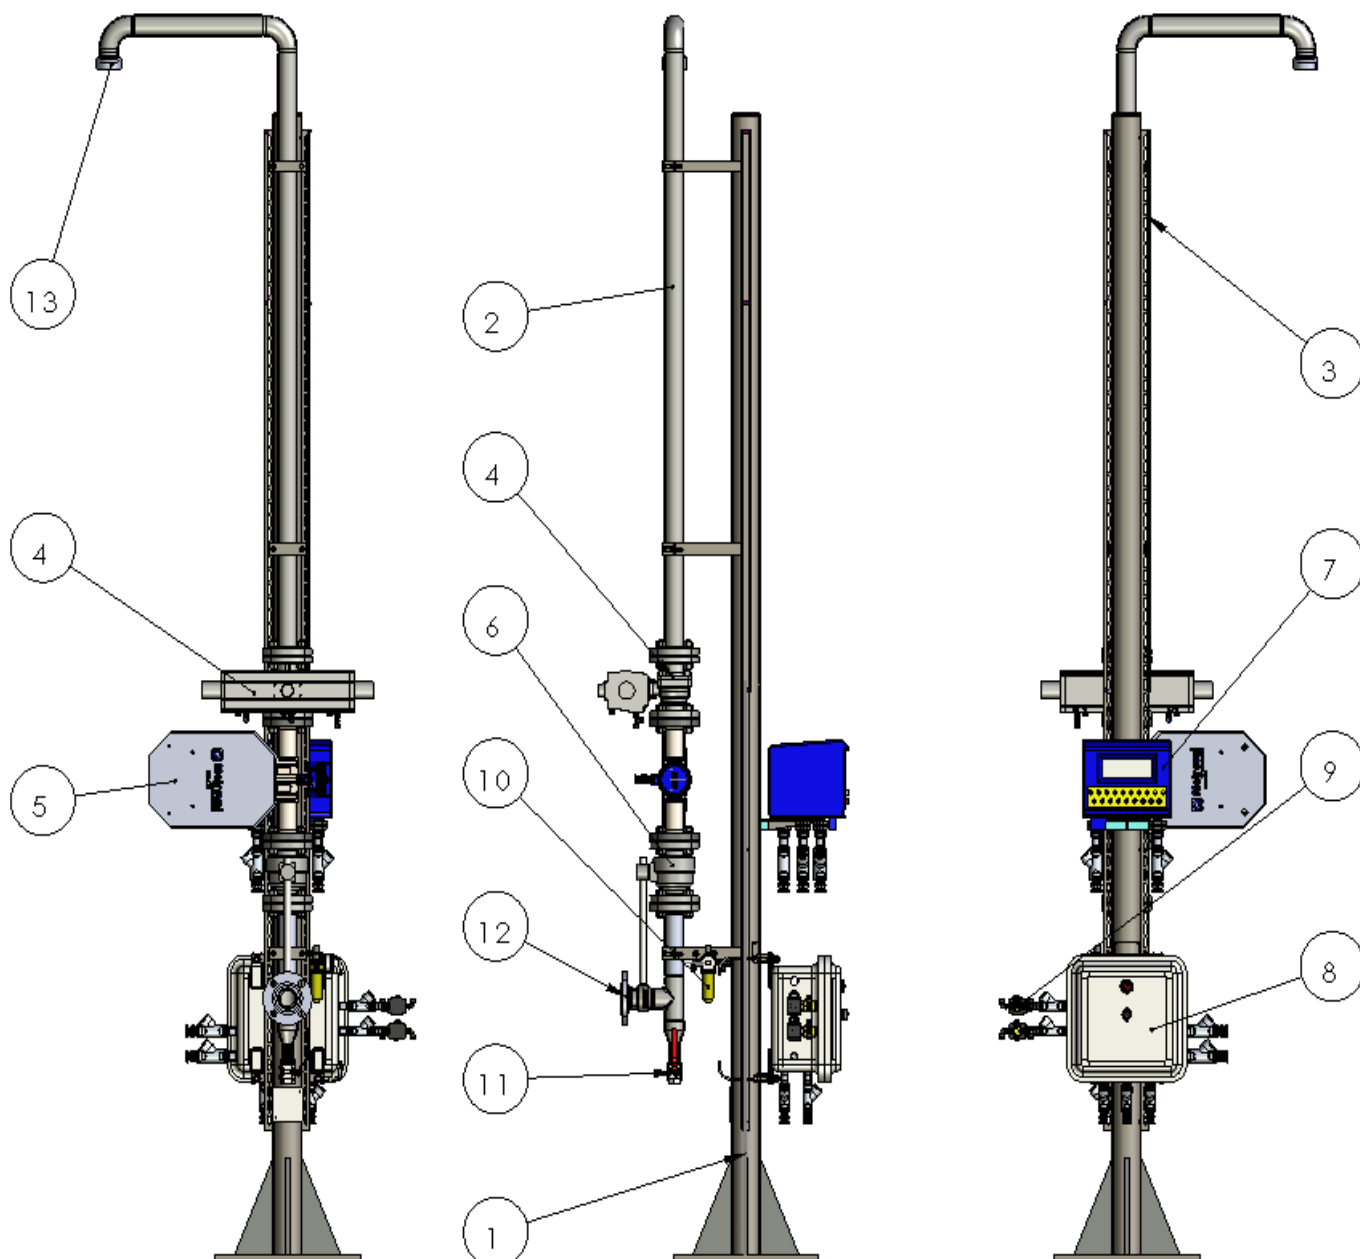
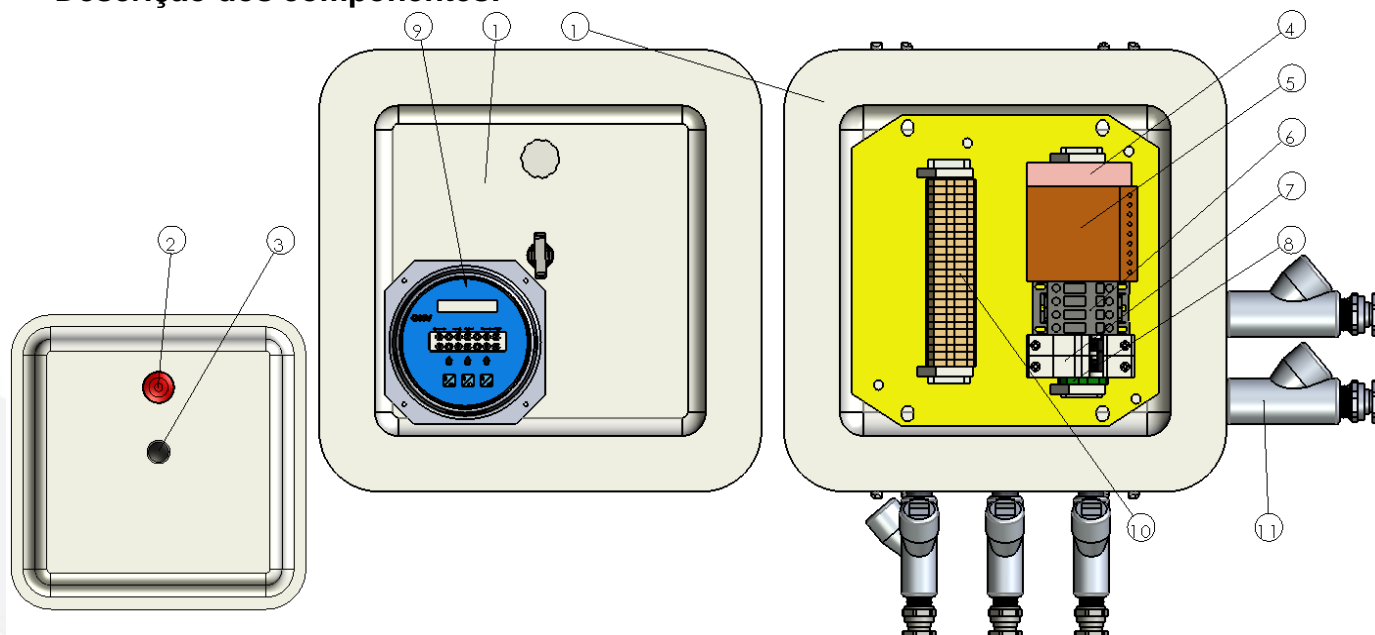
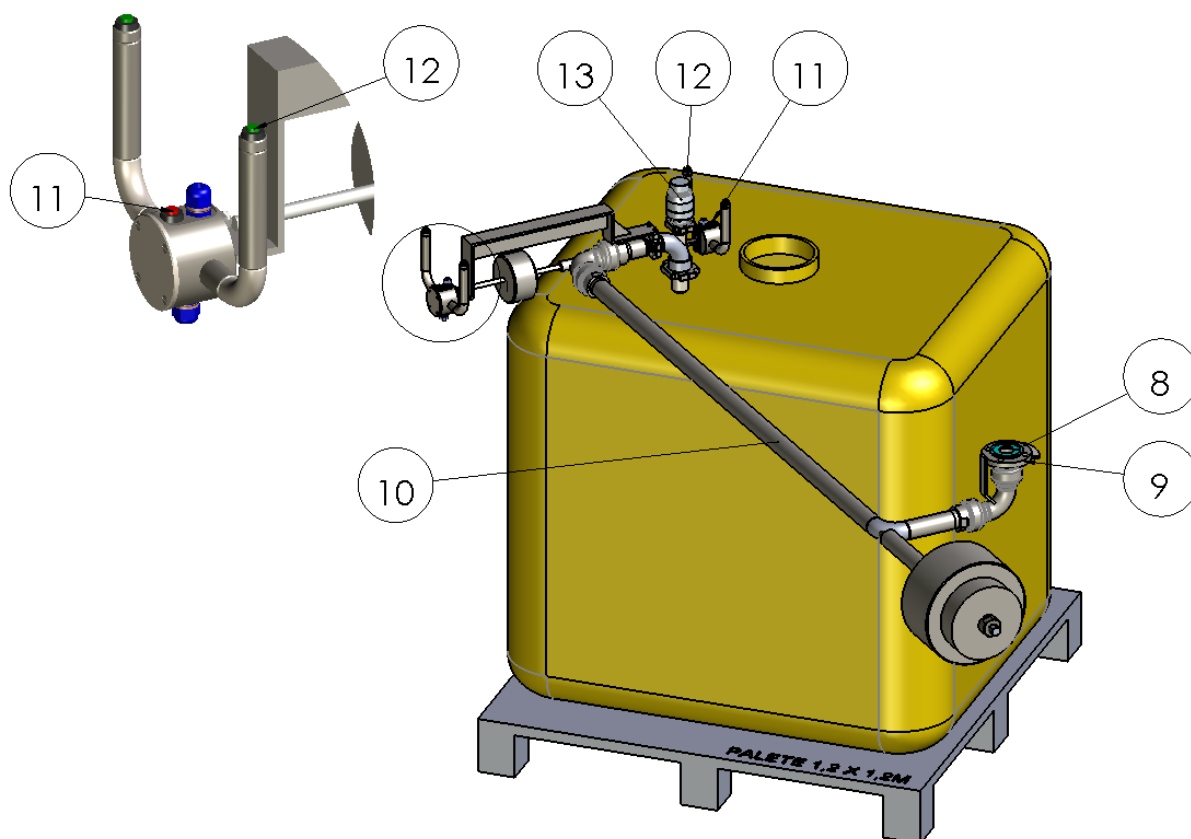

Figura 2
Figura 14
Figura 16
- O operador definirá através do pré-determinador (item 7, figura 2) qual será o volume a ser dosado (de acordo com o recipiente escolhido);
- Em seguida posicionará a válvula de envase (item 13, figura 16) no bocal do recipiente;
- O comando para início do processo de envase é através do acionamento simultâneo dos dois botões de “*Start*” instalados na manopla da válvula de envase (item 12, figura 16). O sistema interromperá o processo de envase após atingir o volume determinado;
- O sistema contém um botão “*Stop*” localizado na parte superior da caixa de conexão da válvula de envase (item 11, figura 16) com a função de evitar derramamento de fluído em casos de seleção incorreta do volume a ser envasado como redundância. Esse acionamento tem função única de interromper o fluxo de envase, quando reiniciado, o processo retomará do estágio no qual foi interrompido.
- Há uma botoeira de emergência (item 2, figura 14) no módulo UMC (item 8, figura 2) que atuará da mesma forma que o botão “*Stop*” e também um botão “*Reset*” (item 3, figura 14) com a função de reinicializar o processo quando ele for parado seja pelo acionamento da válvula ou no módulo.
Totalização de vazão em unidade de volume, corpo e internos em aço inox AISI 316L. DN 2” CLASSE 150RF (item 5, figura 2) e faixa de medição recomendável para esse sistema é de 15 à 150 kg/min.
Computador de vazão (item 7, figura 2) o qual gerência todo o procedimento de carregamento através dos sinais recebidos dos elementos primários de medição, tais como medidor de vazão, temperatura e densidade. Este executa a correção do volume carregado na base 20 °C. O pré-determinador possui uma bateria interna com a autonomia de 1 minuto de funcionamento sem energização e caso o processo seja interrompido pelo botão “Stop” o relê de segurança (item 4, figura 14) se aciona, e o sistema só volta a funcionar se o botão de “Reset” (item 3, figura 14) no módulo UMC (item 8, figura 2) for acionado. O VEGA II também possui botões para pré-determinar valores de carregamento, executa o controle da vazão de carregamento através da abertura e fechamento da válvula digital. Possui certificado para operações em área classificada, interface serial RS-485/232 Modbus e I/O's para desenvolvimento de lógicas de controle (inter-travamentos);
O módulo UMC tem como finalidade gerenciar e controlar todos os comandos elétricos do sistema, incluindo o medidor de vazão RHM20 (item 5, figura 2), computador de vazão VEGA II (item 7, figura 2), e o conjunto de envase presente no braço rotativo composto por botões de acionamento nas manoplas (item 12, figura 16), um botão “Stop” em cada lado, que interrompem o processo caso seja necessário e a válvula de envase que possui um funcionamento eletropneumático (item 13, figura 16).